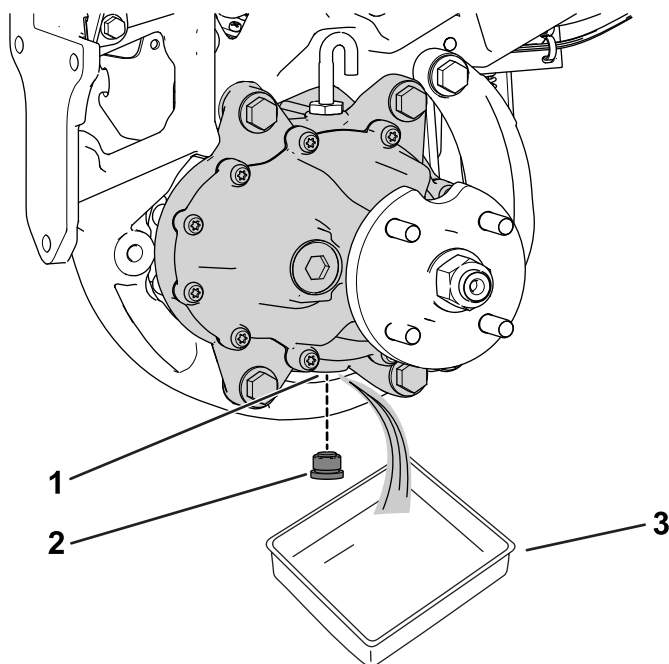

Figura 3
1. Posizionate una bacinella di spurgo sotto il gruppo del motore delle ruote (Figura 3).
2. Rimuovete il tappo dal foro di spurgo (Figura 3).
4. Montate il tappo di spurgo nel relativo foro (Figura 3).